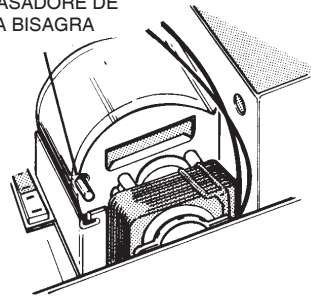

FIG. 3
5. Remove the mounting screw and carefully lift the fan assembly out of the housing. (FIG. 3)
5. Saque el tornillo de montaje y levante con cuidado el conjunto del ventilador hacia afuera de la caja. (FIG. 3)